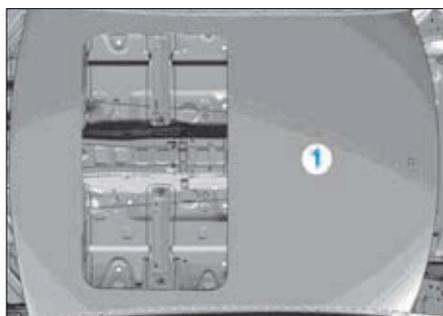

FIG. 124
- Découper la partie centrale du pavillon (1) en suivant les lignes interrompues (Fig.124).
- Chauffer la partie centrale du pavillon (1) dans les zones quadrillées avec un pistolet à air chaud.